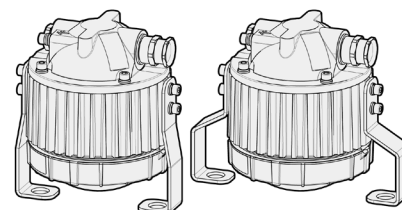

Рис. 13
- Рис. 13 – ДН50/100 – монтаж на фланец, 1-2 кабельных ввода